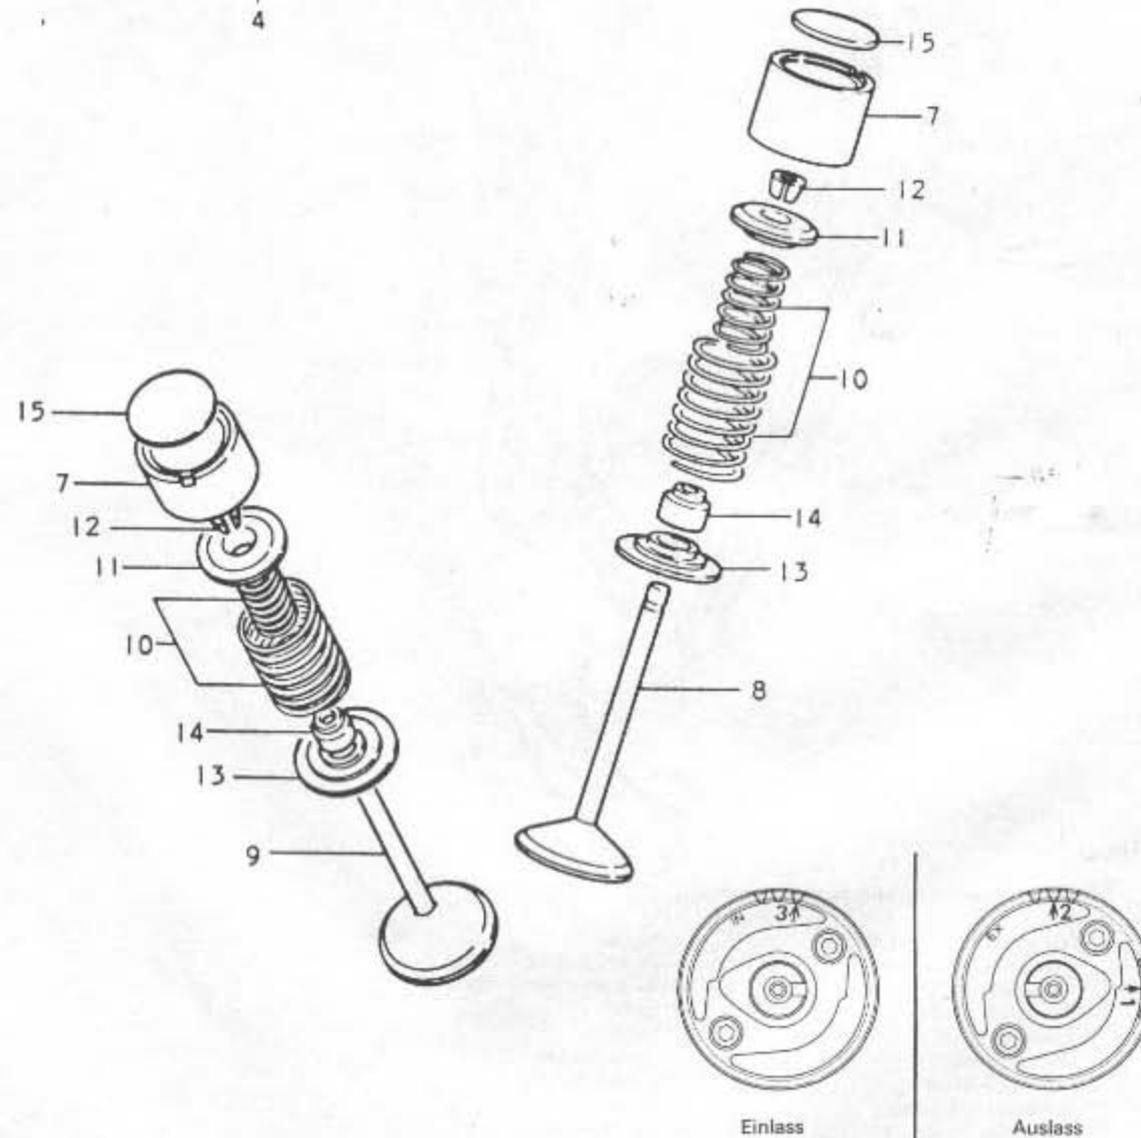

Bild 64 Stellung der Nockenwellenkettenträder
- Die Nockenwellenkettenträder werden auf hakige, verschlissene oder gar fehlende Zähne überprüft. Falls sich irgendwelche Beschädigungen feststellen lassen, muss das betroffene Kettenrad erneuert werden. Jedes Kettenrad wird mit zwei Innensechskantschrauben am Flansch der Nockenwelle gehalten. Beim Wiederaufbau der Kettenräder beachte man, dass jedes entweder mit «IN» (für Einlass) oder mit «EX» (für Auslass) gekennzeichnet ist. Es ist wichtig, dass die Kettenräder auf die richtige Nockenwelle montiert werden und die richtige Stellung einnehmen (siehe dazu Bild 64). Werden die Kettenräder falsch angebaut, stimmen die Steuerzeiten nicht mehr. Beim Wiederaufbau bestreiche man die Befestigungsschrauben mit einer Sicherungsflüssigkeit wie etwa «Loctite».